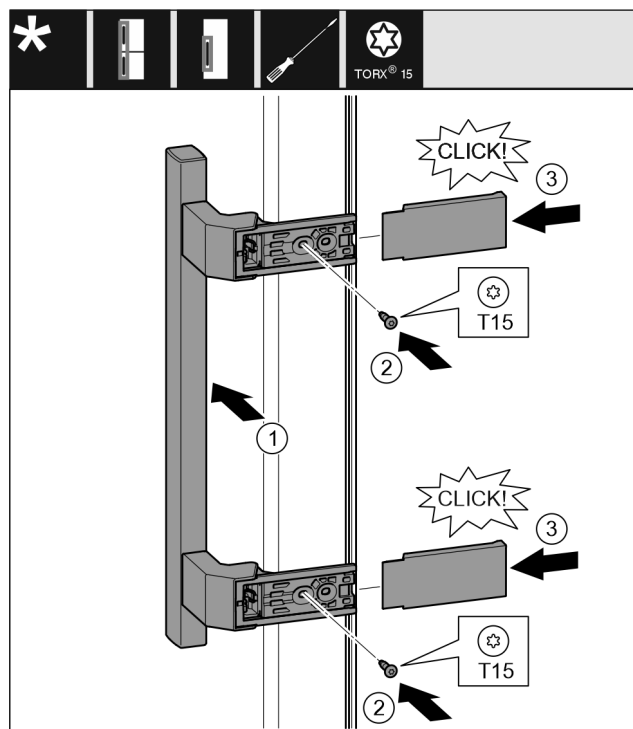

Fig. 18
- ▶ Sett håndtaket på på motsatt side. Fig. 18 (1)
- ▶ Skru fast skruene med skrutrekker T15. Fig. 18 (2)
- ▶ Sett dekslene på på siden, og skyv dem på. Fig. 18 (3)